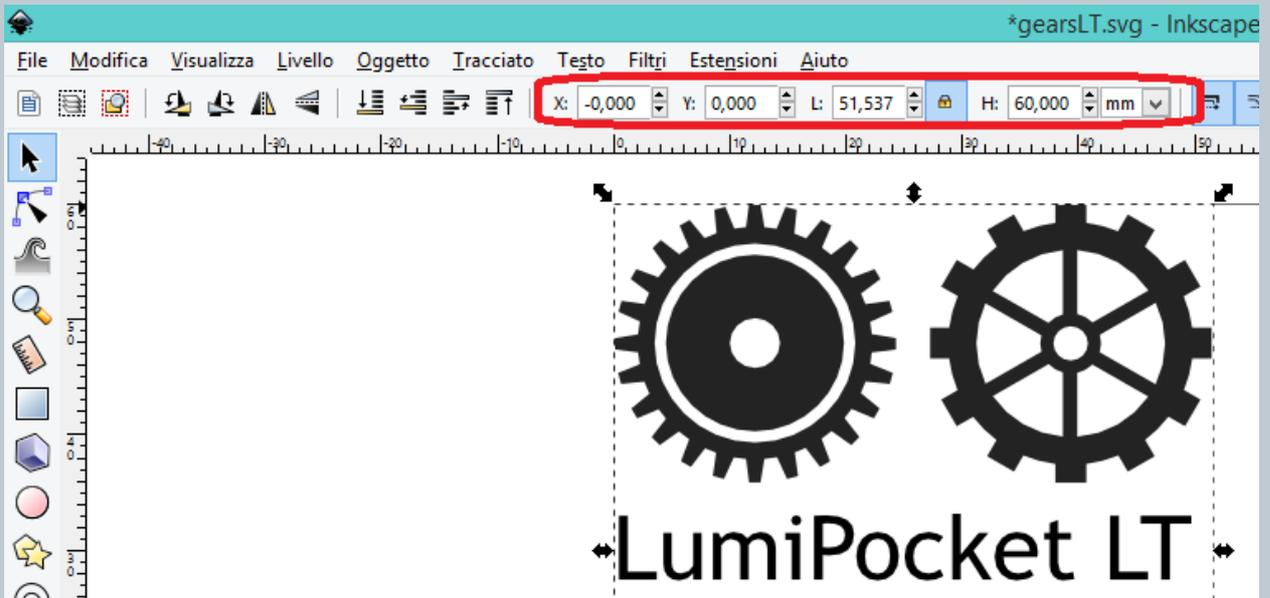

Fig. 48
- Selezionare il “lucchetto” per mantenere le proporzioni dell'immagine invariate e impostare il lato più lungo a 60 mm, come in Fig.48.